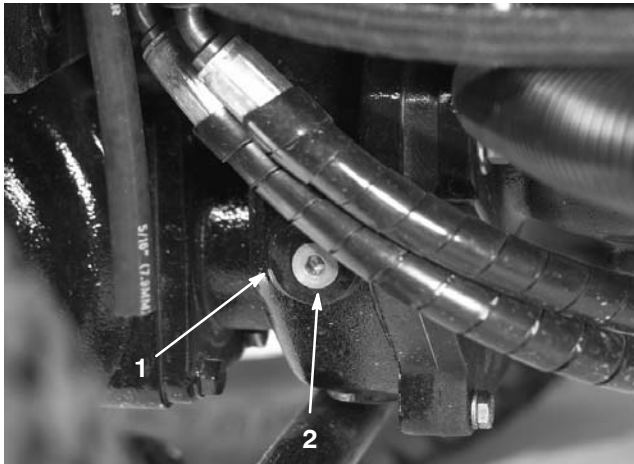

Bild 9
2. Entfernen Sie die Prüf-/Füllschraube aus der linken Getriebeseite (Bild 9) und stellen sicher, dass der Schmierstoff die Unterseite des Lochs erreicht. Gießen Sie bei niedrigem Ölstand genug Öl ein, um den Stand bis an die Unterseite des Lochs anzuheben.